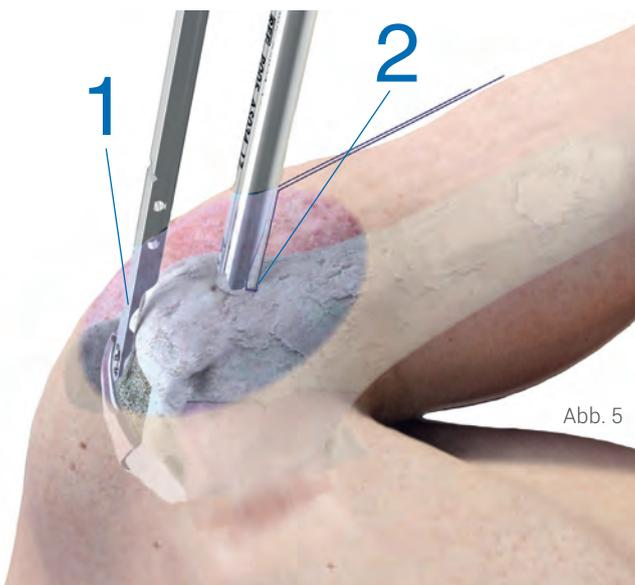

Abb. 5
- ▶ DEN ZIELBÜGEL LÖSEN UND INS PROXIMALE PORTAL VORSCHIEBEN (NR. 1 ABBILDUNG 5) BIS ER SICH VERRIEGELN LÄSST (NR. 3 ABBILDUNG 6).